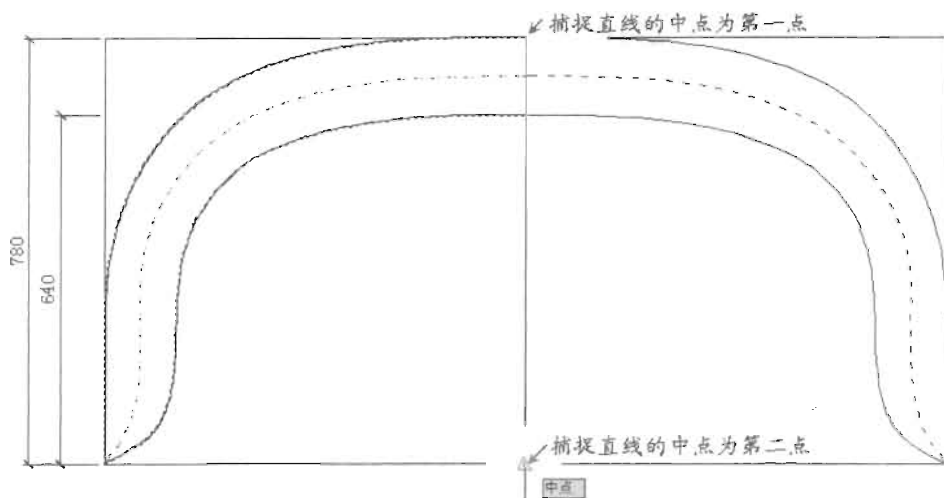

图 5-134
(9) 单击“修改”工具栏中的“镜像”按钮，将图形镜像复制出另外一半，如图 5-134 所示。